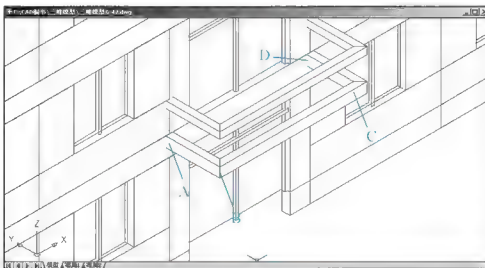

图 6.42 修改扶手的高度
- (5) 修改阳台扶手的高度。
- ① 在命令行无命令的状态下,选中复制生成的“阳台扶手”,则出现蓝色夹点。
- ② 执行菜单栏中的【修改】|【特性】命令,打开【对象特性管理器】对话框,将厚度由“300”修改为“200”,结果如图 6.42 所示。
- (1) 执行菜单栏中的【绘图】|【曲面】|【三维面】命令。
- (2) 在指定第一点或[不可见(I)]:提示下,用端点捕捉工具选取如图6.42所示的A点。
- (3) 在指定第二点或[不可见(I)]:提示下,用端点捕捉工具选取如图6.42所示的B点。
- (4) 在指定第三点或[不可见(I)] <退出>:提示下,用端点捕捉工具选取如图6.42所示的C点。
- (5) 在指定第四点或[不可见(I)] <创建三侧面>:提示下,用端点捕捉工具选取如图6.42所示的D点。